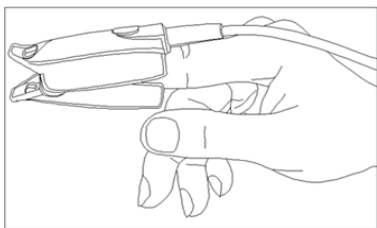

Figura 1 Sensore con Clip a Dito
2. Per il sensore SpO₂ con clip a dito per adulti, inserire un dito (l'indice è preferibile, ma si può utilizzare anche il medio o l'anulare, a condizione che le unghie siano della lunghezza appropriata) nel sensore secondo il simbolo sulla clip del sensore, come mostrato nella Figura 1.